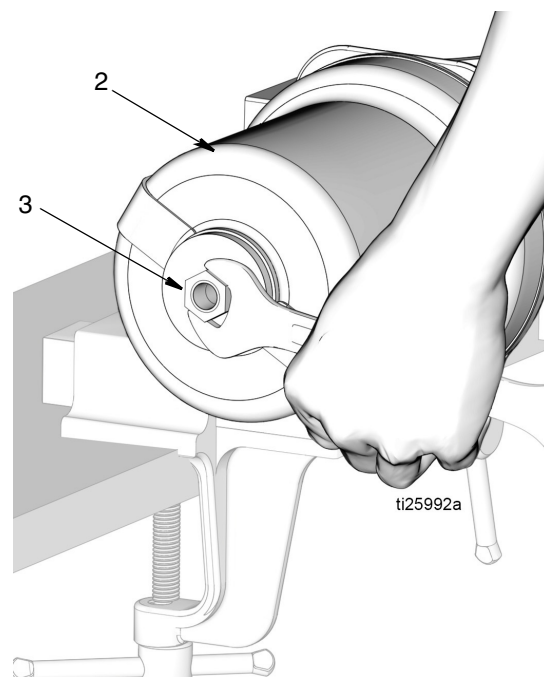

FIG. 18
13. Retirer le contre-écrou (3) du piston du haut du vérin pneumatique (2) (FIG. 18).